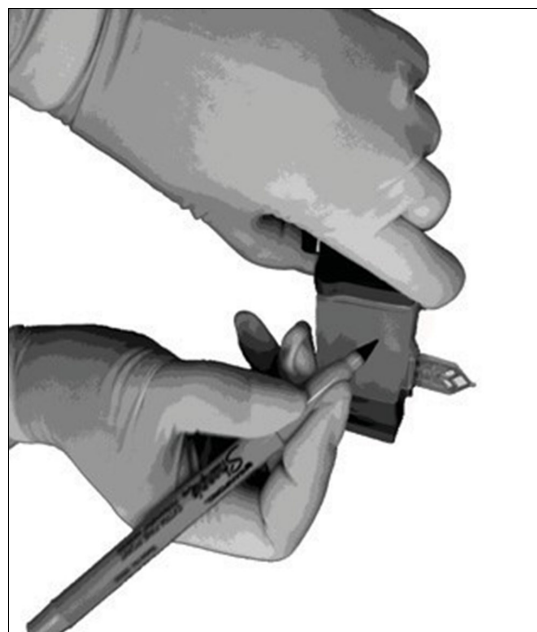

Рисунок 1. Надпишите номер на боковой части картриджа
1. Дождитесь согревания картриджа до комнатной температуры. Нанесите на каждый картридж Хpert MTB/RIF Ultra идентификационные номера образцов. Рисунок 1.
1. Дождитесь согревания картриджа до комнатной температуры. Нанесите на каждый картридж Xpert MTB/RIF Ultra идентификационные номера образцов. См. Рисунок 1.